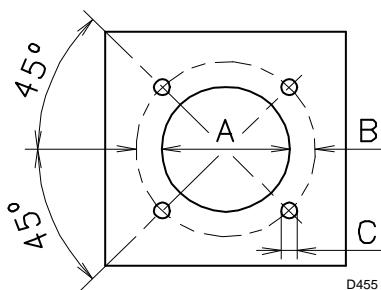

Fig. 6
4.3 Placa da caldeira (Fig. 6)
Furar a placa de fecho da câmara de combustão, tal como está indicado na Fig. 6. A posição dos orifícios roscados pode ser marcada utilizando a tela térmica fornecida com o queimador.